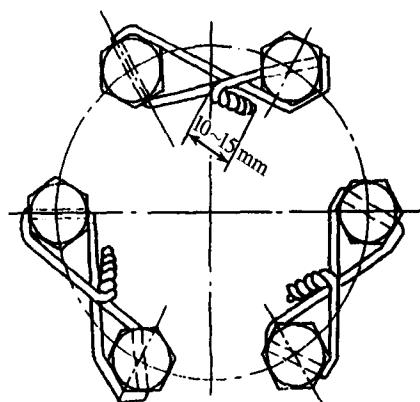

图1-2 用铁丝防松螺栓
4) 主要螺栓均应伸出螺母1~3扣。一般螺栓应不低于螺母,在不妨碍使用的情况下,高出螺母2~2扣以上。凡是用螺纹连接所使用的平垫圈、弹簧垫圈开口销、保险锁片等,都要按照规定装配齐全。如用铁丝锁紧的螺栓,正确的方法是当螺栓动时,铁丝应被拉紧(如图1-2所示)。